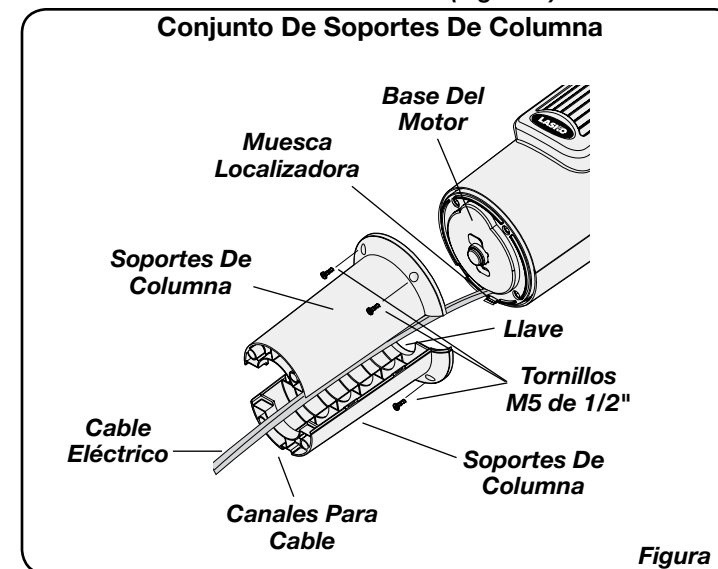

Figura 1
2. Localice el **Cable Eléctrico** en la parte inferior del Ventilador. Coloque el **Cable Eléctrico** en los **Canales Para Cable** de los **Soportes De Columna**. Encaje firmemente los **Soportes De Columna** el uno con el otro de modo de formar un **Conjunto De Soportes De Columna**. (Figura 1)
3. Una el **Conjunto De Soportes De Columna** a la **Base Del Motor** con (4) **Tornillos M5 de 1/2"** de largo. Cerciérese de alinear la **Llave** del **Conjunto De Soportes De Columna** con la **Muesca Localizadora** de la **Base Del Motor**. (Figura 1)